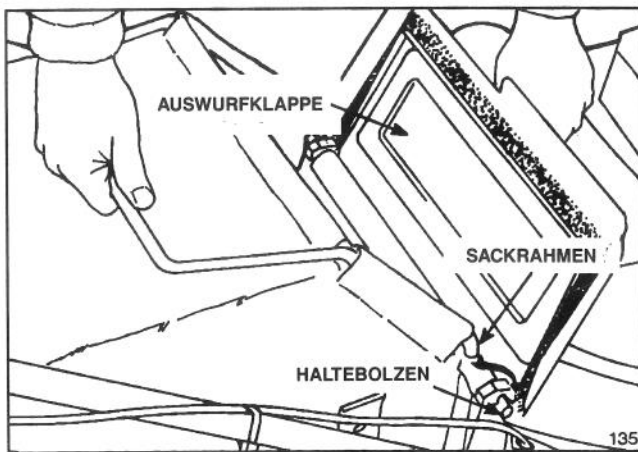
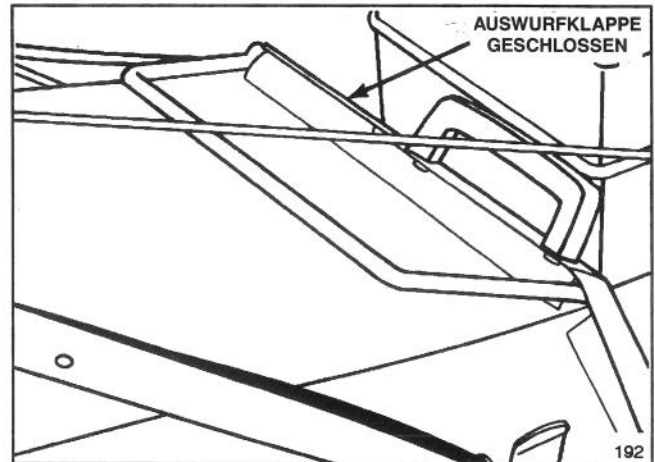

Abbildung 2
Abbildung 3
4. Zur Installation des Grasfangsackes die Auswurfsklappe anheben und den Sackrahmen auf die Haltebolzen stülpen. (Abb. 2) Grasfangsack auf dem Mähergehäuse über der Auswurföffnung absetzen. Klappe schließen und sicherstellen, daß Grasfangsack gut abgedichtet ist (Abb. 3).